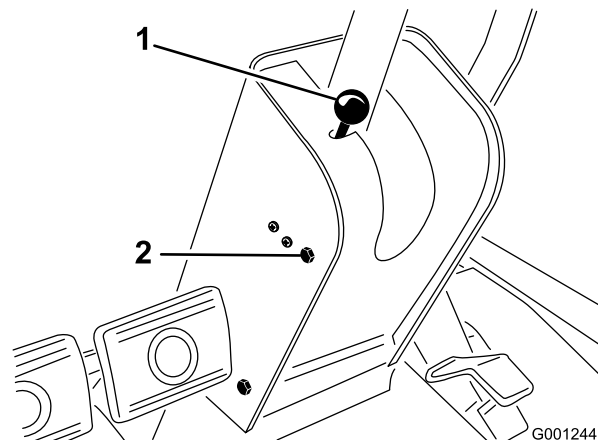

Bild 68
1. Nehmen Sie das Handrad von der Feststellbremse und die Schrauben von der Abdeckung der Lenksäule (Bild 68).